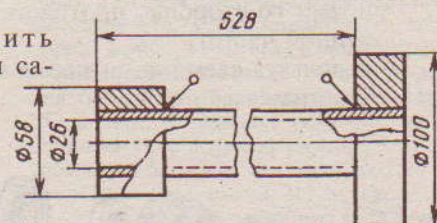

Рис. 5.24. Подставка для запрессовки среднего подшипника с подушкой в сборе
- ✓ установить кожух приводного вала на подставку (рис. 5.24);